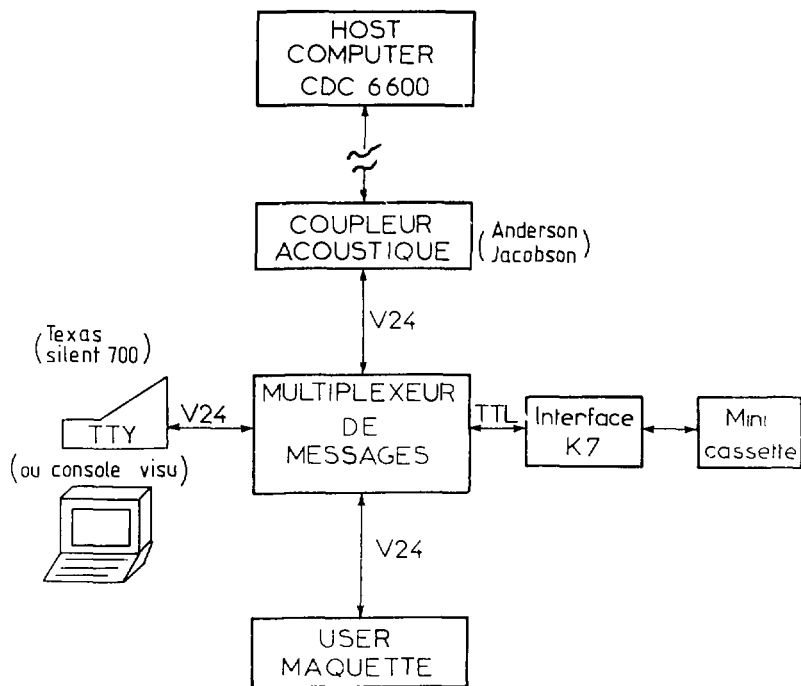

FIG. 1
Ce rapport décrit et donne le mode d'emploi du "Multiplieur de Messages" (MM), interface intelligent, capable de mettre en communication les périphériques suivants : (figure 1)
- un ordinateur hôte : CDC 6600 (HC)